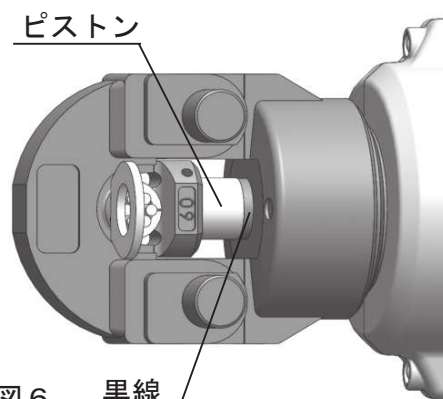

図6
- 8 更に作動スイッチを操作し、端子（スリーブ）が圧着され圧着規制装置が作動（音の変化）するまで操作してください。このときピストンのロッド部に表示された圧着完了ライン（黒線）が完全に見えていることを確認してください。完全に見えていれば圧着は正常におこなわれ、これで圧着完了です。（図6）